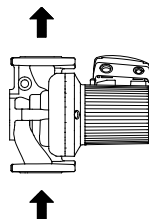

Abb. 1 Einbau mit horizontaler Motorwelle
- Abbildung 1 stellt die elektrischen Anschlüsse dar, die beim Einsatz von externen Impulskontakten zum Ein- und Ausschalten zu verwenden sind.